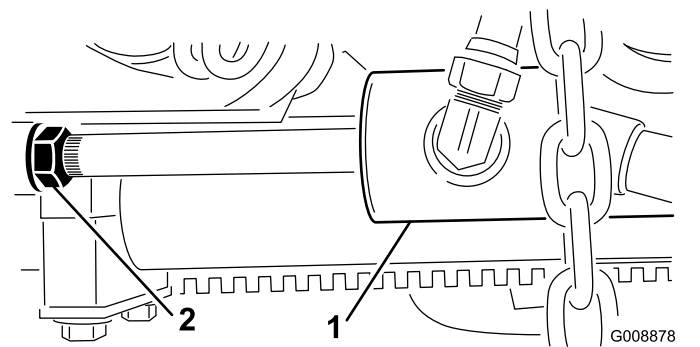

Figure 29
2. Desserrez l'écrou de blocage sur la tige du vérin de levage (Figure 29).